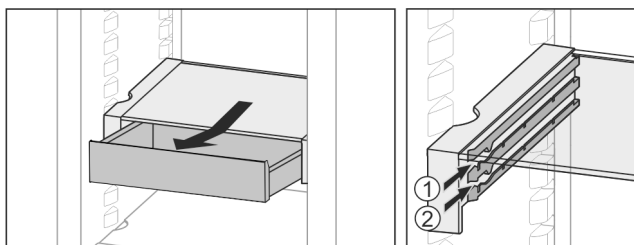

Fig. 22
- Inserire all'altezza desiderata Fig. 22 (1) o Fig. 22 (2).